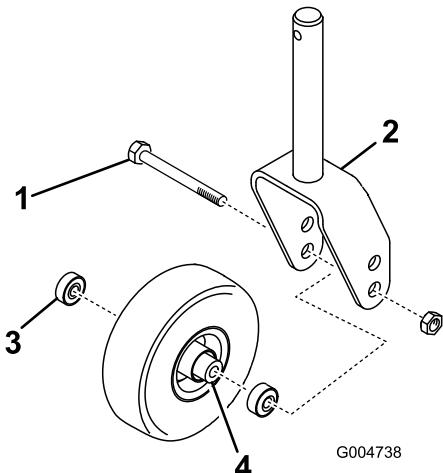

Figure 20
- Enlevez le contre-écrou du boulon qui fixe la roue pivotante à la chape (Figure 20). Maintenez la roue pivotante et sortez le boulon de la fourche ou du bras pivotant.
1. Roue pivotante 3. Roulement (2)
- Enlevez le roulement du moyeu de la roue et laissez tomber l'entretoise à l'extérieur (Figure 20). Enlevez le roulement de l'autre côté du moyeu.